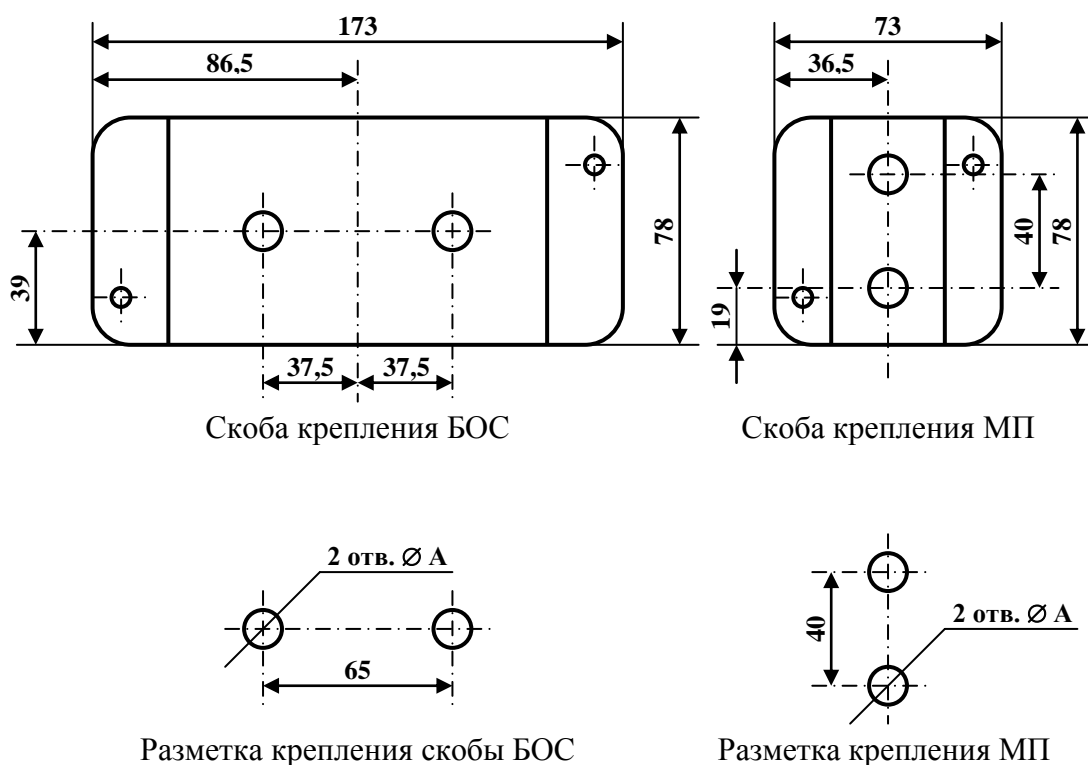

Рис. 12.1. Разметка и габаритные размеры скоб крепления БОС и МП
12.3. Произведите разметку для установки скобы крепления блока обработки сигналов и модуля питания в соответствии с рисунком 12.1. Просверлите отверстия необходимого диаметра и глубины в соответствии с типом ограждения (таблица на рис. 12.1). Для крепления скоб на бетонное, кирпичное или деревянное ограждение используйте анкера М8х25 (М8х40) или дюбеля соответствующего размера. Для крепления скоб на металлическое основание (на плоское металлическое ограждение или внутрь металлической распределительной коробки) используйте винт М6х16 (М6х12) с гайкой М6 или без неё. Винты М6 с гайками и шайбами входят в комплект поставки.